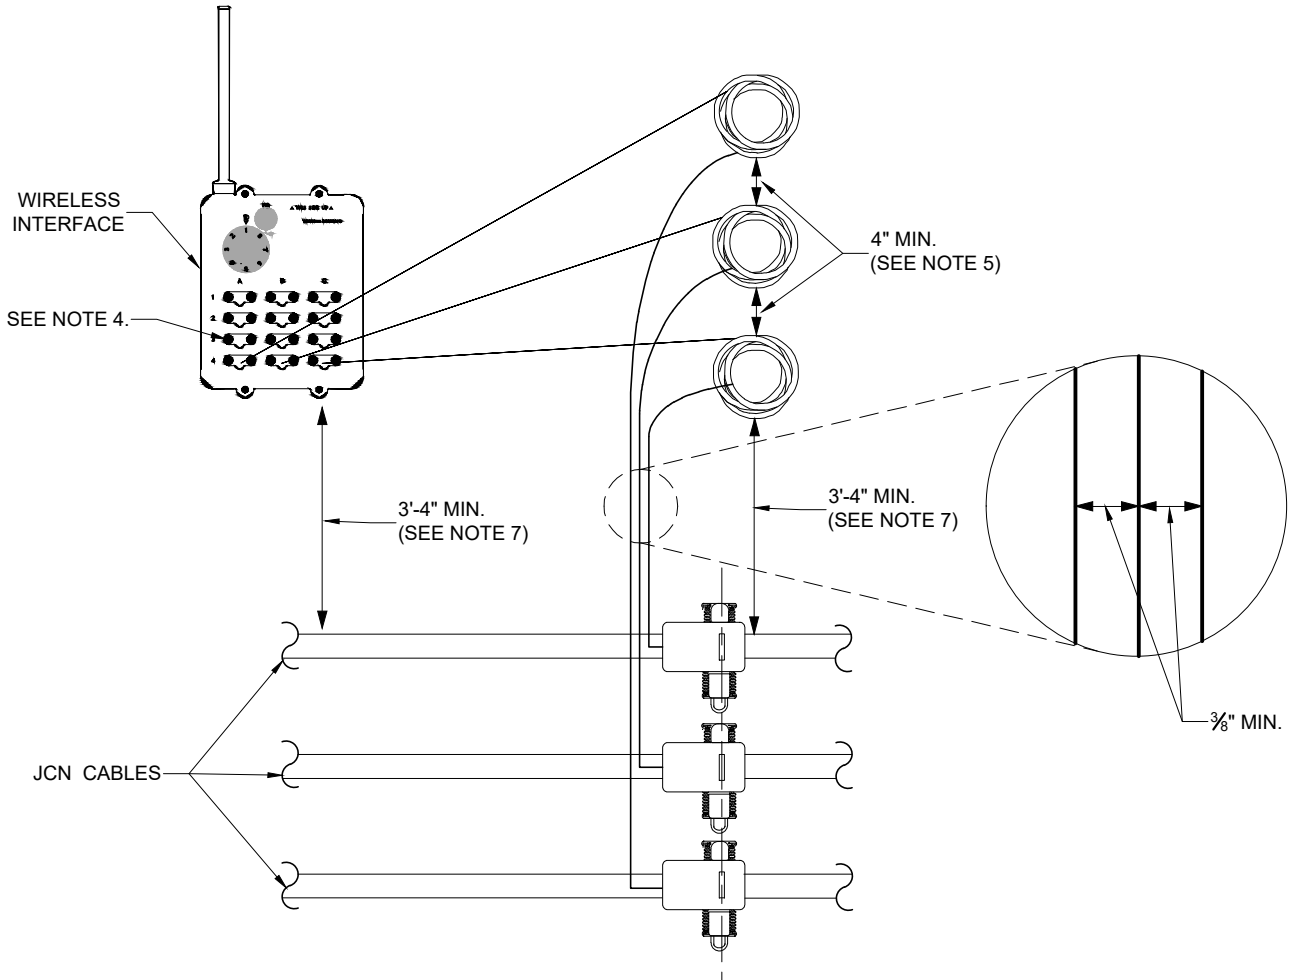

FIGURE 5
7. IT IS IMPERATIVE THAT THE INSTALLER COMPLY WITH ALL RECOMMENDED SYSTEM EQUIPMENT CLEARANCE FROM PRIMARY CABLES. (SEE FIGURE 5)